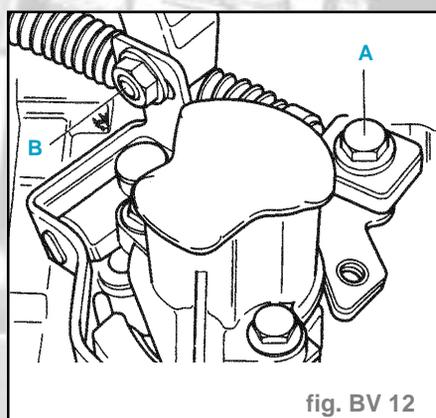

fig. BV 12
- Desserrer la vis (A) et l'écrou (B), jusqu'à ce que le câble de commande des vitesses et l'entraîneur de câble sélecteur soient mobiles dans les trous oblongs (fig. BV 12).